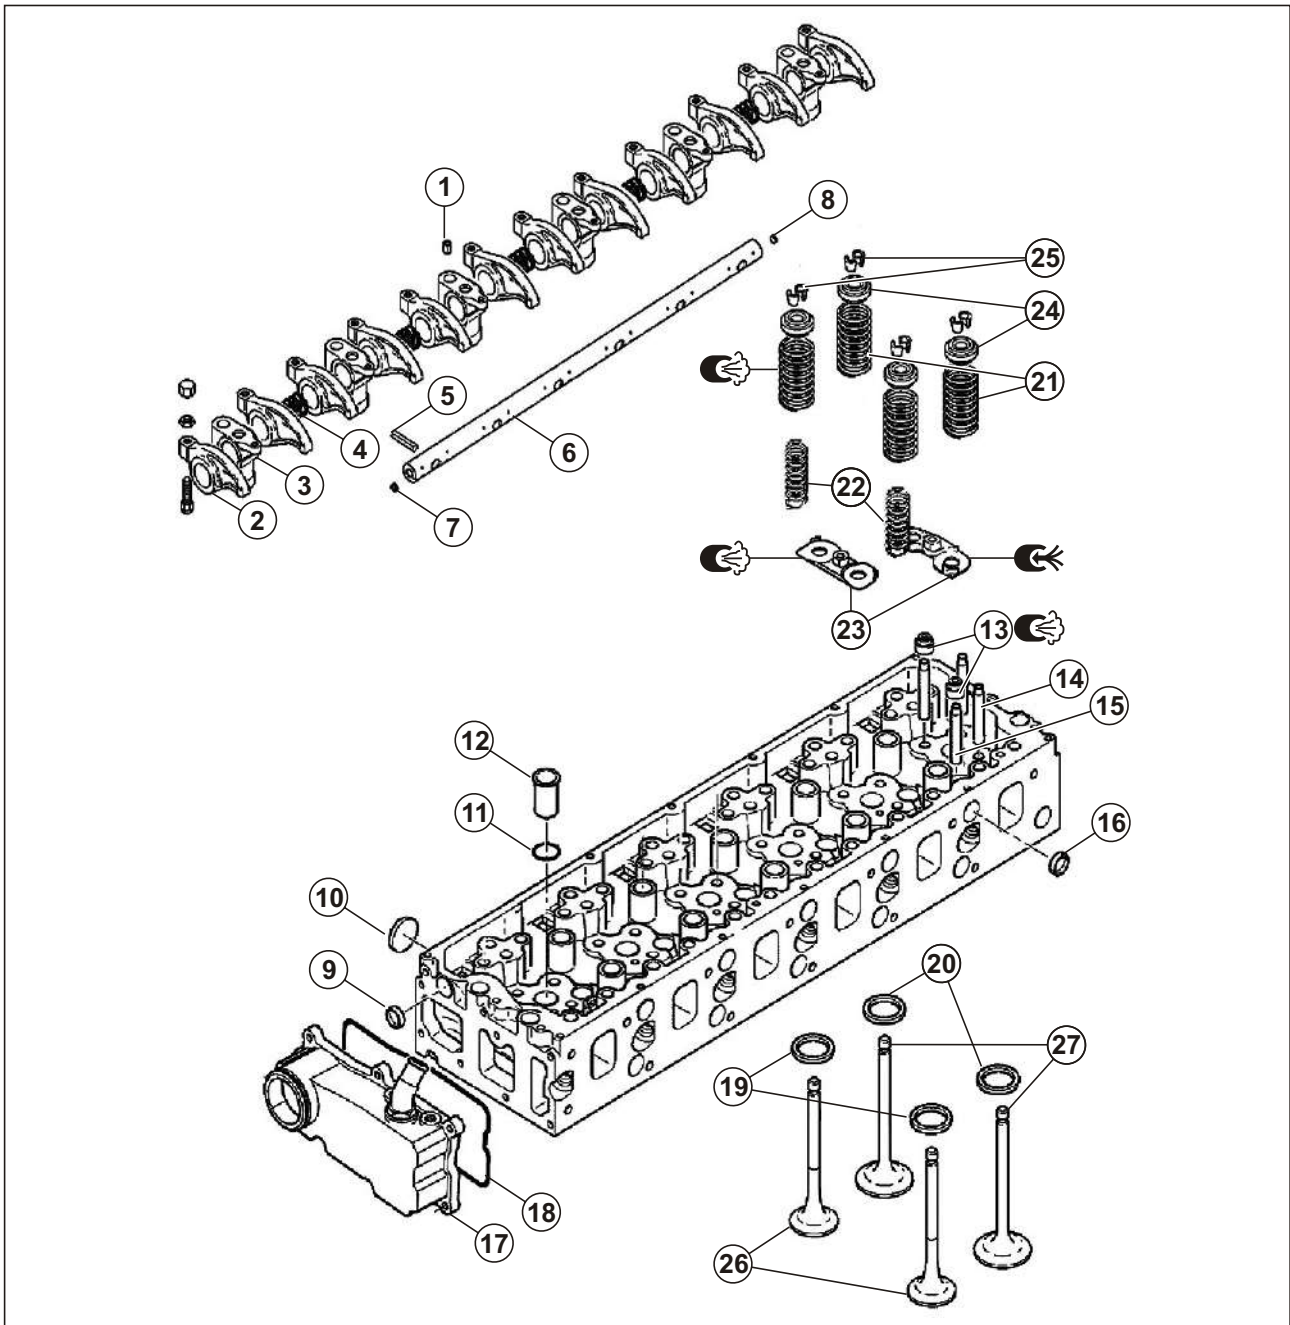

Рис. 52. Развернутая схема головки блока цилиндров.
(см. Рис. 52)
4.9.1.1. Разборка коромысел с осью и стойками. (см. Рис. 52)
4.9.1.2. Сборка коромысел с осью и стойками. (см. Рис. 52)
1. Установить заглушки (**9, 16**) (см. **Рис. 52**), используя приспособления **3016 + 2363** 25 мм.
2. Установить заглушку (**10**) (см. **Рис. 52**), используя приспособление **3016 + 2363** 42 мм.
1. Поставить на место кольцевое уплотнение (**11**) (см. **Рис. 52**).
3. Установить на место стакан форсунки (**12**) (см. **Рис. 52**).
Установка клапанов (см. Рис. 52):